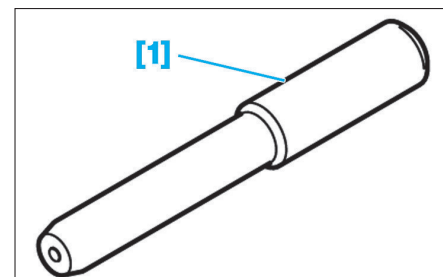

Fig. 3
- [1]. Outil de calage d'arbre à cames Ø 8 mm (réf : 0194.B) (Fig.3).